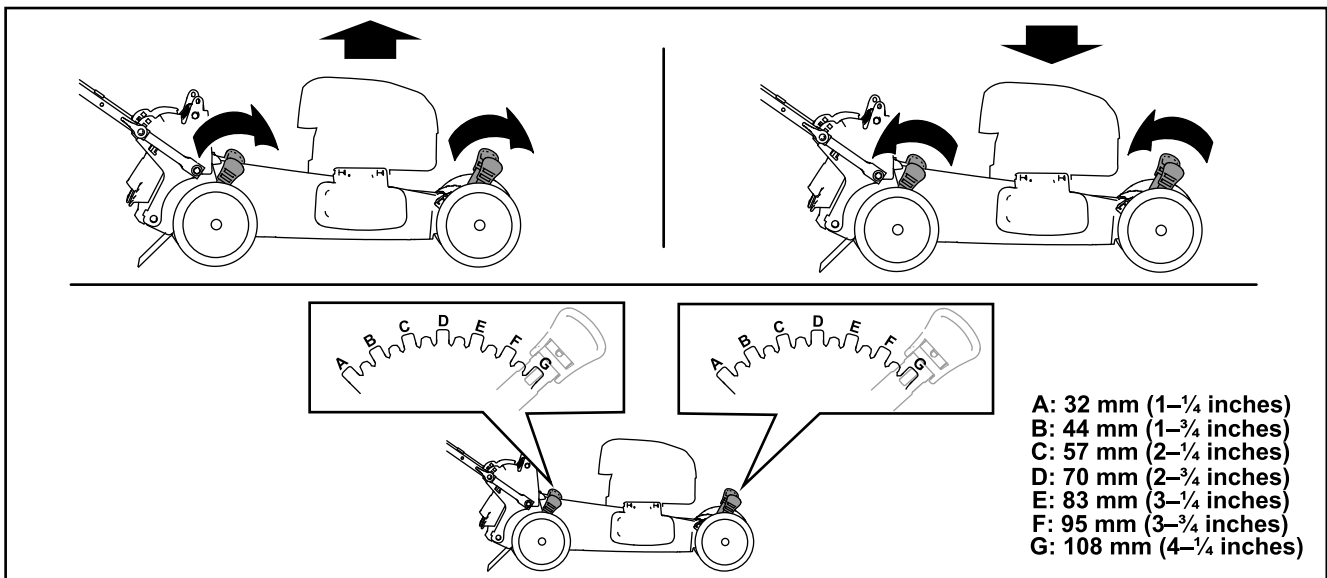

Figura 13
Ajuste la altura de corte según desee. Ajuste todas las palanca de altura de corte a la misma altura. Para elevar y bajar la máquina, consulte Figura 13.
**Nota:** No apriete la barra de control de la cuchilla contra el manillar mientras tira del arrancador de retroceso (Figura 13, A).